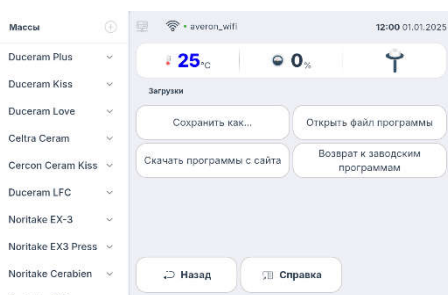

Рис.4
- нажмите - **Скачать программы с сайта** (рис.4), выберите необходимую Массу (№ Имя файла),
- нажмите  вверху списка Массы (рис. 4). Нажмите **Добавить массу**. Введите имя новой массы.
- нажмите  вверху списка Массы (рис. 4). Нажмите **Добавить программу**. Выберите массу, в которой будет новая программа. Введите имя новой программы.